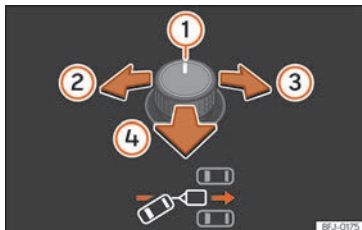
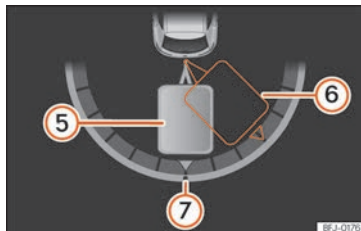

Fig. 212 Comando giratório dos retrovisores exteriores: ajustar o ângulo do reboque.
Fig. 213 Ecrã do painel de instrumentos: fazer marcha-atrás.
Legenda da Fig. 212, » Fig. 213:
- Rode o comando giratório até atingir a direção desejada » Fig. 212. No ecrã do painel de instrumentos aparece, a modo de orientação, uma representação do conjunto veículo trator e reboque na posição atual » Fig. 213.